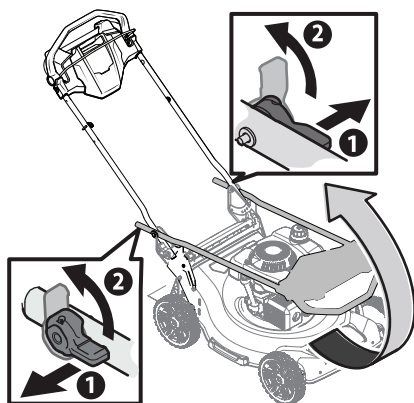

Figure 2-1
2. Tournez les leviers et placez-les en position déverrouillée avant de soulever le guidon. Voir Figure 2-1.